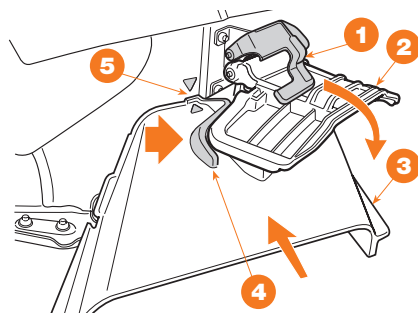

Рис. 14
- Поднять предохранительный рычаг **1** и защиту бокового выброса **2** (Рис. 14).